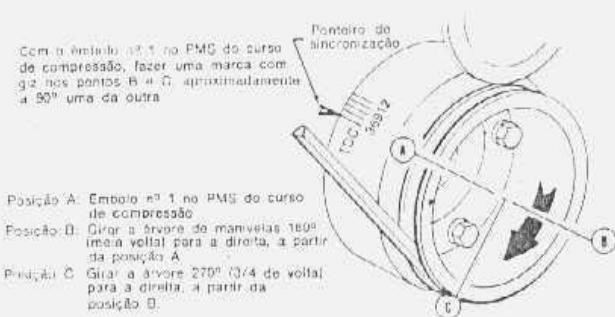

fig. 2 — posição da árvore de manivelas para verificação e regulagem da folga das válvulas
3. Com o êmbolo nº 1 no ponto morto superior, final do curso de compressão, posição "A" da fig. 2, verificar as seguintes válvulas:
4. Girar a árvore de manivelas para posição "B" da fig. 2 e verificar as seguintes válvulas:
5. Girar a árvore de manivelas para posição "C" da fig. 2, e verificar as seguintes válvulas:
7. Com o êmbolo do cilindro nº 1 no ponto morto superior, fim do curso de compressão, posição "A" da fig. 2, examinar as porcas e instalar as mesmas nos prisioneiros das seguintes válvulas:
9. Girar a árvore de manivelas para posição "C" da fig. 2. Verificar e instalar as porcas nos prisioneiros das seguintes válvulas: